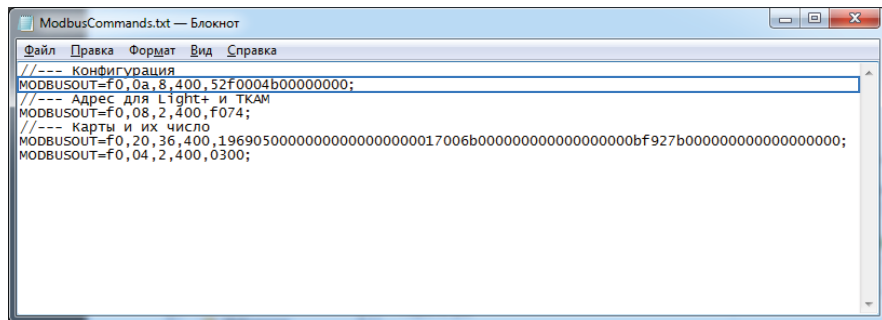

Рис.11. Команды удаленной настройки.
- откройте созданный файл. В этом файле перед каждой командой вставлен комментарий – описание этой команды (Рис.11). Из этого файла необходимо скопировать нужные команды без комментариев в новый текстовый файл. Затем необходимо сохранить файл с нужными командами для настройки считывателя и изменить расширение текстового файла с `.txt` на `.atc`.